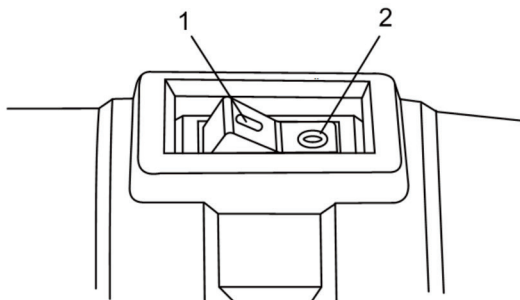

Рис.7
2. Переведите клавишу выключателя в положение (1) (рис. 7).
3. Для выключения инструмента переведите клавишу выключателя в положение (2) (рис. 7).